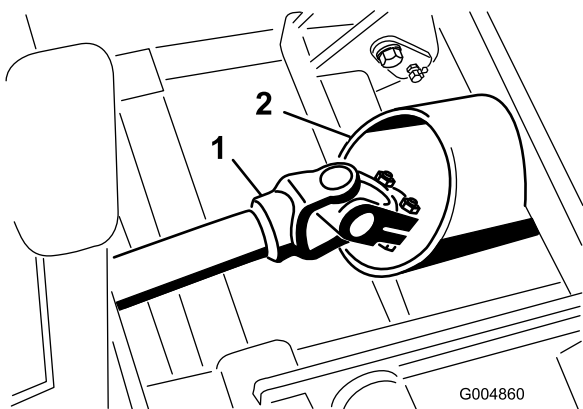

図 105
27. 冬用フレームアセンブリを注意深く取り付け位置に押し入れながら、駆動シャフトをフレームチューブに通す 図 105。